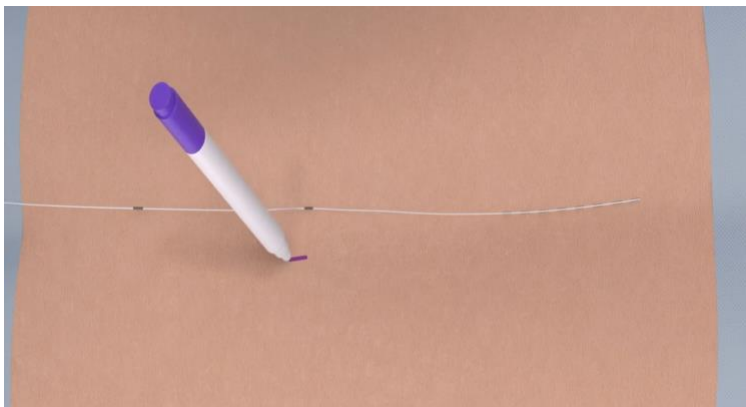

Abbildung 1
2. Markieren Sie am ersten Markierungsstreifen die Inzisionsstelle auf der Haut mit einem Hautmarkierungsstift (siehe Abbildung 1).